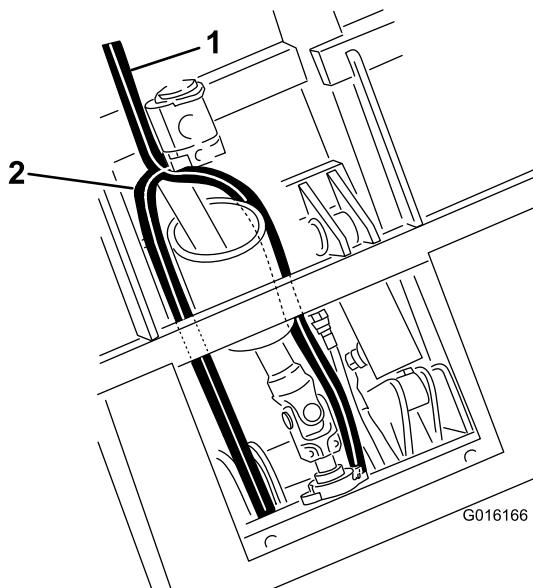

Рисунок 46
- Направьте напорный шланг под подъемным цилиндром и между крепежными кронштейнами цилиндра к клапану (Рисунок 46).
- Проложите шланг бака вдоль вала механизма отбора мощности к клапану (Рисунок 46).